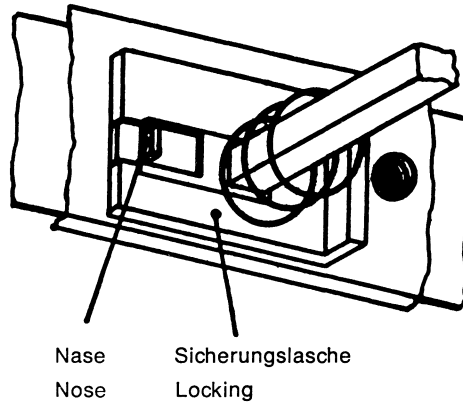

Fig. 1
- 4.3 Mit einer Spitzpinzette die Sicherungsglasche am Druckastenschieber der Taste „L“ nach vorn aushaken (Fig. 1).
- 4.4 Durch leichten seitlichen Zug (ca. 1 mm) an der Nase des Sicherungsschiebers (Fig. 1) erfolgt die Entriegelung der 5 Tasten. (Tasten festhalten!)
- 4.3 With a pair of tweezers release the locking at the rod of the pushbutton „L“, see fig. 1.
- 4.4 By pulling slightly sideways (approx. 0.04") at the nose of the securing slide (see fig. 1) the disengagement of the 5 pushbuttons takes place (retain pushbuttons!).